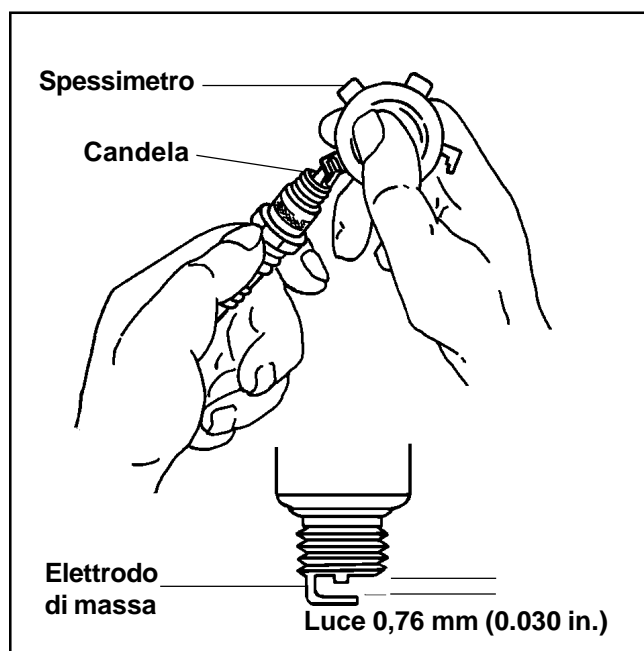

Figura 8-1. Manutenzione della candela.
3. Controllare la luce della candela con uno spessimetro. Regolare la luce su **0,76 mm (0.030 in.)** piegando con cautela l'elettrodo di massa. Vedere Figura 8-1.